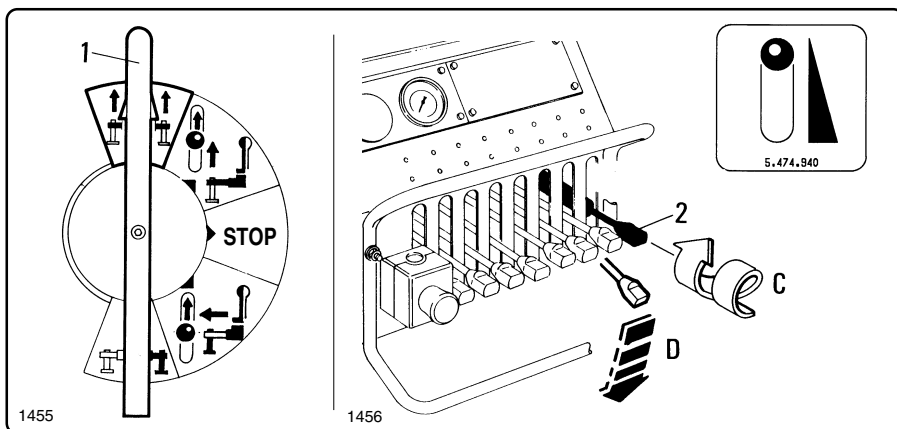

fig. 6.7.9
- Premere e ruotare la leva "1" fig. 6.7.9 in posizione verticale per selezionare i martinetti stabilizzatori supplementari (se installati).
- Press and turn lever "1", fig 6.7.9, to vertical position to enable the supplementary outrigger cylinders (if they are fitted).